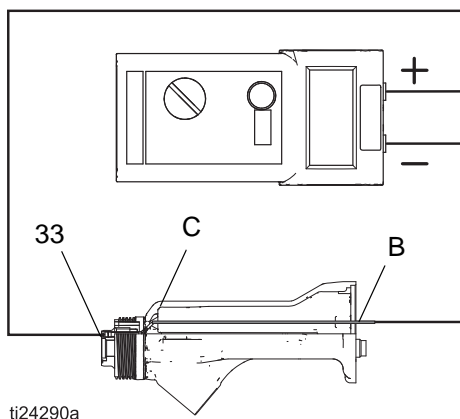

FIG. 22. Badanie rezystancji bębna pistoletu
1. Wprowadzić pręt przewodzący (B) do dyszy pistoletu (zdemontowany na potrzeby testu zasilania) i umieścić go naprzeciw metalowego styku (C) z przodu dyszy.
2. Zmierzyć rezystancję pistoletu pomiędzy prętem przewodzącym (B) a pierścieniem przewodzącym (33). Patrz FIGURE 22. Rezystancja powinna wynosić 10–30 MΩ. Jeśli rezystancja jest nieprawidłowa, upewnić się, że metalowy styk (C) w bębnie i pierścień przewodzący (33) są czyste i nieuszkodzone.
- Jeśli rezystancja nadal nie mieści się w podanym zakresie, należy zdemontować pierścień przewodzący (33) i zmierzyć rezystancję pomiędzy prętem przewodzącym (B) a odprowadzeniem na dole rowka pierścienia przewodzącego.
- Jeśli rezystancja mieści się w podanym zakresie, należy wymienić pierścień przewodzący (33) na nowy. Wprowadzić końce pierścienia przewodzącego do otworów (S) z przodu bębna, a następnie wcisnąć mocno pierścień do rowka.